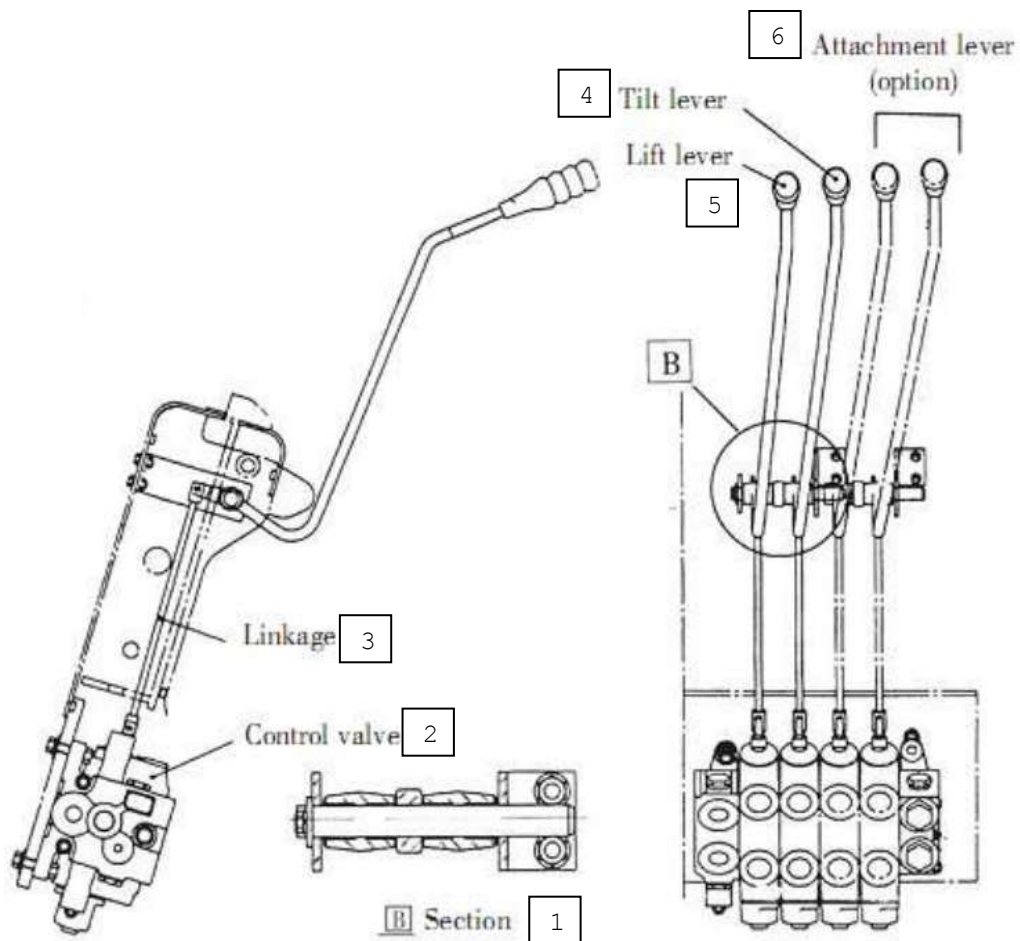

Рис. 7.10. Блок рычагов клапана управления:
7.7. Рабочий блок клапана управления (см. Рис. 7.10).